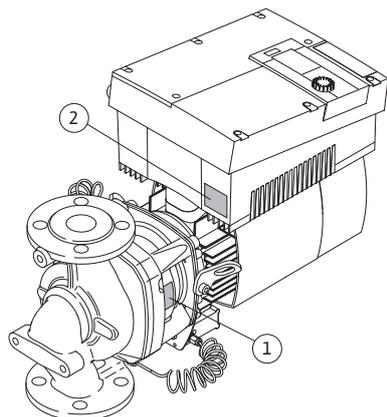

Fig. 11: Disposição das placas de identificação:
- A placa de identificação da bomba (Fig. 11, pos. 1) contém o número de série (Ser.-No../...) que é necessário, p. ex., para encomendar peças de substituição.
- A placa de identificação do módulo eletrônico (módulo eletrônico = inversor ou conversor de frequência) (Fig. 11, pos. 2) indica a designação do módulo eletrônico utilizado.